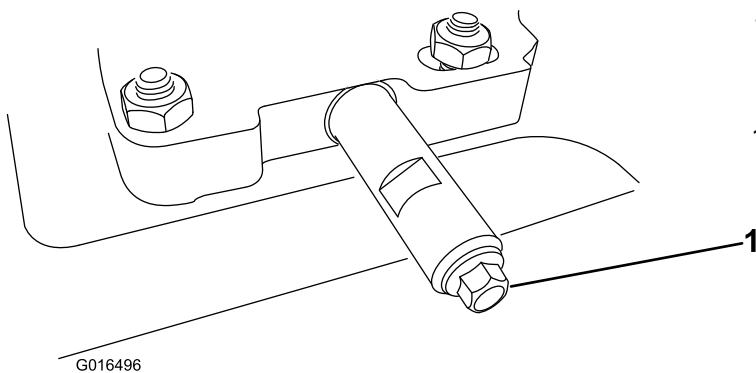

Figura 31
2. Pulite l'area attorno al tappo di spurgo dell'olio (Figura 31).